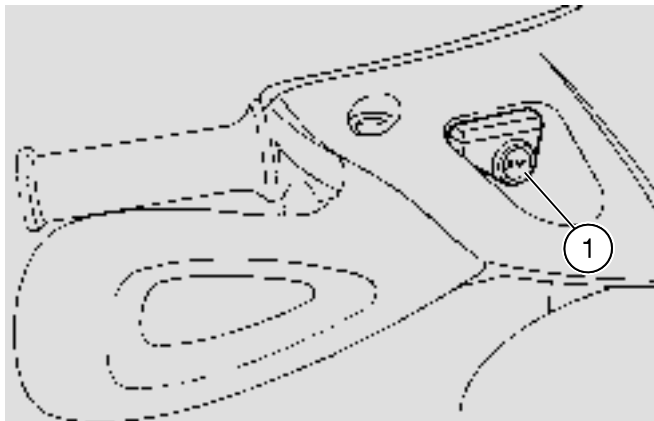

Fig. 15
- ◆ Incliner le véhicule de façon à ce que le liquide contenu dans le réservoir de l'huile de freins soit parallèle au le repère "MIN" rapporté sur le verre (1-Fig. 15).
- ◆ Remplir le réservoir avec du liquide pour freins, voir page 77 (TABLEAU DES LUBRIFIANTS), jusqu'à couvrir complètement le verre (1-Fig. 15).